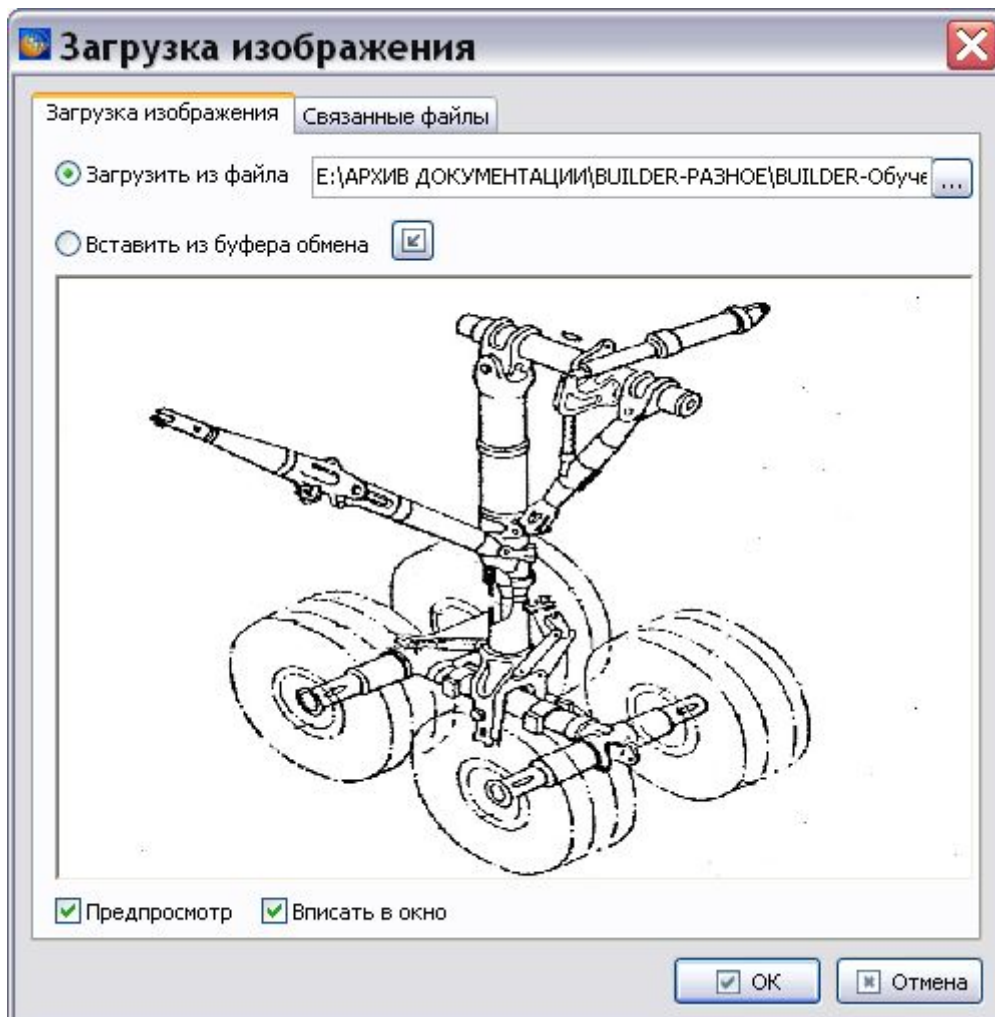

Рис. 3.114
2. В окне **Открыть** выберите файл с иллюстрацией и откройте его. При этом появится диалоговое окно **Загрузка изображения** с иллюстрацией на вкладке **Загрузка изображения** (Рис. 3.114).